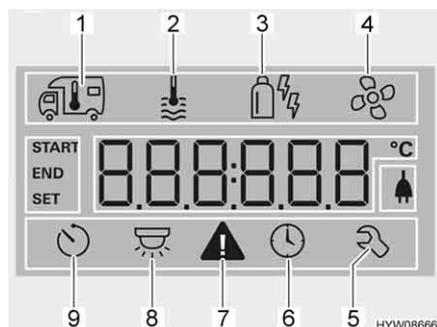

Fig. 187 Display
- Ruotare la manopola/il pulsante (Fig. 186,6), finché il simbolo del menu del riscaldamento (Fig. 187,1) lampeggia.
- Ruotare la manopola/il pulsante (Fig. 186,6), finché il simbolo del menu relativo all'acqua calda (Fig. 187,2) lampeggia.
- Ruotare la manopola/il pulsante (Fig. 186,6), finché il simbolo del menu relativo alla modalità di funzionamento (Fig. 187,3) lampeggia.
- Ruotare la manopola/il pulsante (Fig. 186,6), finché il simbolo del menu delle ventole (Fig. 187,4) lampeggia.
- Ruotare la manopola/il pulsante (Fig. 186,6), finché il simbolo del menu del timer (Fig. 187,9) lampeggia.
- Premere la manopola/il pulsante. Il timer è attivato. Il simbolo del timer (Fig. 187,9) lampeggia quando il timer è programmato e attivo.
In caso di avviso, il relativo simbolo lampeggia (Fig. 187,7). Il riscaldamento rimane in funzione. Se si tratta solo di un guasto temporaneo, il simbolo di avvertimento si spegne autonomamente.